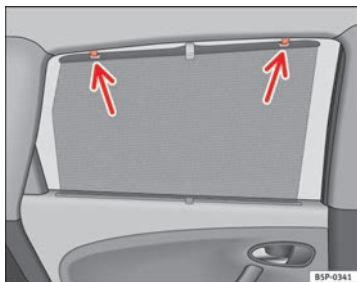

Abb. 85 Sonnenschutzrollo Hintertür
- Ziehen Sie das Rollo aus und hängen es in den Haken am oberen Türrahmen ein ⇒ Abb. 85.